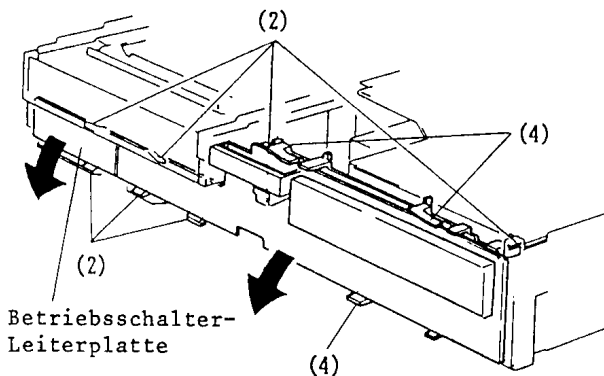

Abb. 4-1 Timer/Betriebsschalter-Leiterplatten
1. Timer/Betriebsschalter-Leiterplatten (Abb. 4-1)